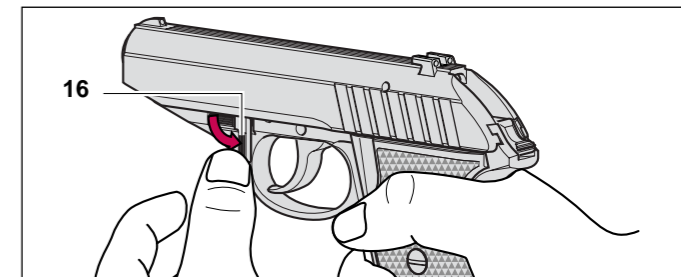

Fig. 12
2. Girar la palanca de desarme 16 hacia abajo (Fig. 12)